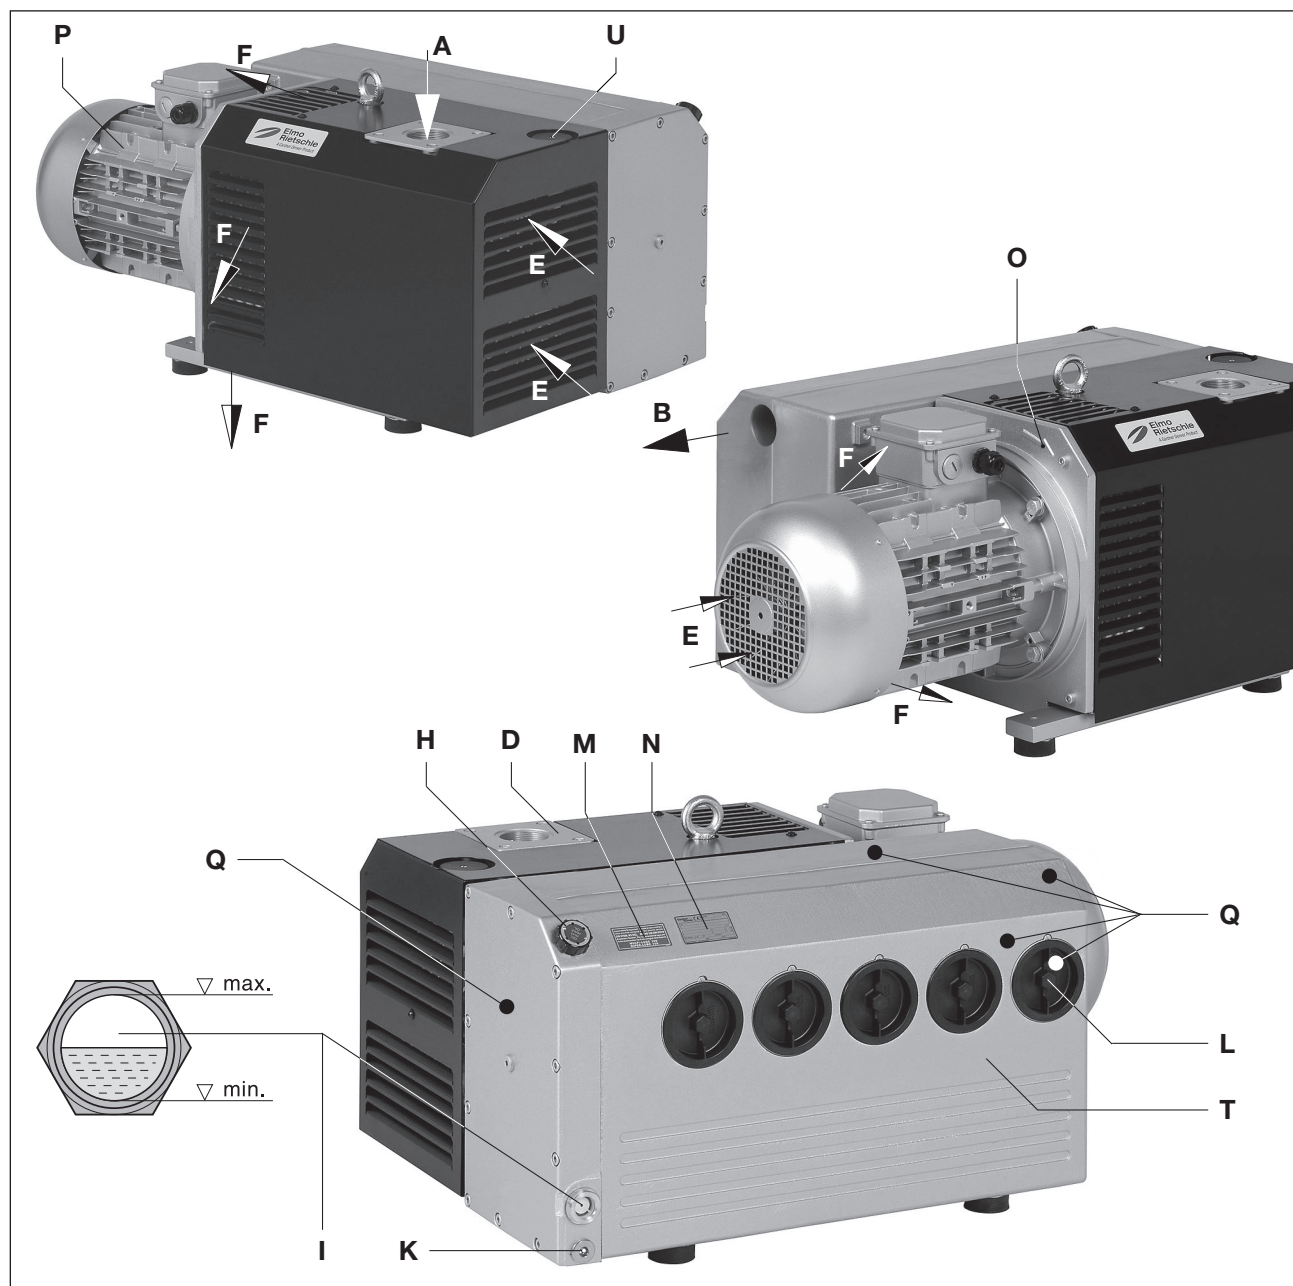

Fig. 2 Bomba de vácuo V-VC 202 / V-VC 303
Uma válvula de lastro de gás de série (Fig. 2/U) evita com a bomba em temperatura operacional a condensação de vapor de água dentro da bomba na aspiração de poucos volumes de vapor. Para uma geração aumentada de vapor de água pode ser previsto um lastro de gás (opcional) reforçado.
Flange de aspiração (Fig. 2/D), ponto de enchimento de óleo (Fig. 2/H), visor de nível de óleo (Fig. 2/I), escoamento de óleo (Fig. 2/K), lastro de gás (Fig. 2/U) e carcaça do separador de óleo (Fig. 2/T) devem ser de fácil acesso.
As entradas de ar de refrigeração (Fig. 2/E) e as saídas de ar de refrigeração (Fig. 2/F) devem ter uma distância mínima de 30 cm para as paredes vizinhas. Ar de refrigeração saindo não pode ser novamente aspirado. Para trabalhos de manutenção deve ser prevista em volta da máquina uma distância mín. de 50 cm.
O fechamento ou estreitamento da abertura de evacuação do ar (Fig. 2/B) pode levar a ferimentos graves ou mortais!
A abertura de ar de saída (Fig. 2/B) não poderá ser fechada ou estreitada.
- a) A conexão de vácuo (Fig. 2/A) se encontra sobre o flange de aspiração (Fig. 2/D).
- b) O ar aspirado pode ser soprado livremente para fora através da abertura de ar de saída (Fig. 2/B) ou enviado através de tubulação flexível e/ou tubulação.
- a) O óleo de lubrificação (tipos adequados vide Capítulo „Manutenção“) deve ser completado no ponto de enchimento de óleo (Fig. 2/H) até o canto superior do visor de nível (Fig. 2/I).
- a) Os dados do motor eléctrico constam na Placa de Dados (Fig. 2/N) e/ou na Placa de Dados do motor. Os motores estão em concordância com a DIN EN 60034 e são executados em sua classe de protecção IP 55 e a classe de isolamento F. O respectivo esquema de conexão encontra-se na caixa de conexão do motor (suspensão na versão com conexão de ficha). Os dados do motor devem ser comparados com os dados da rede eléctrica existente (tipo de corrente, tensão, frequência de rede, força de corrente permitida).
Em estado operacionalmente quente as temperaturas de superfície nos componentes (Fig. 2/Q) podem estar acima de 70 °C.